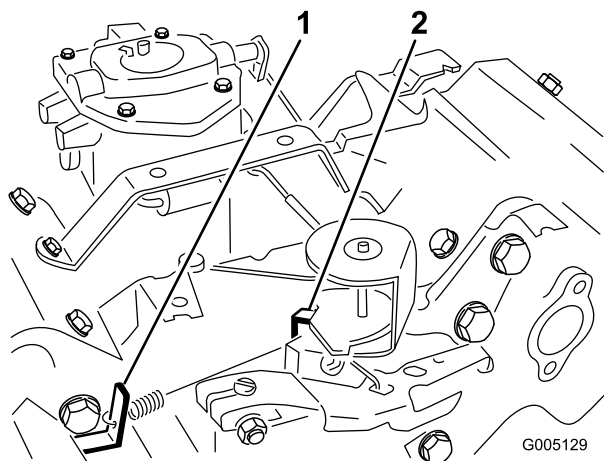

Figura 50
3. Dobre o batente da mola de velocidade intermédia (Figura 50) até obter uma velocidade de 1625 ± 50 RPM. Verifique a velocidade com um tacómetro.
elevada (Figura 50) até obter uma velocidade de 2850 ± 50 rpm.